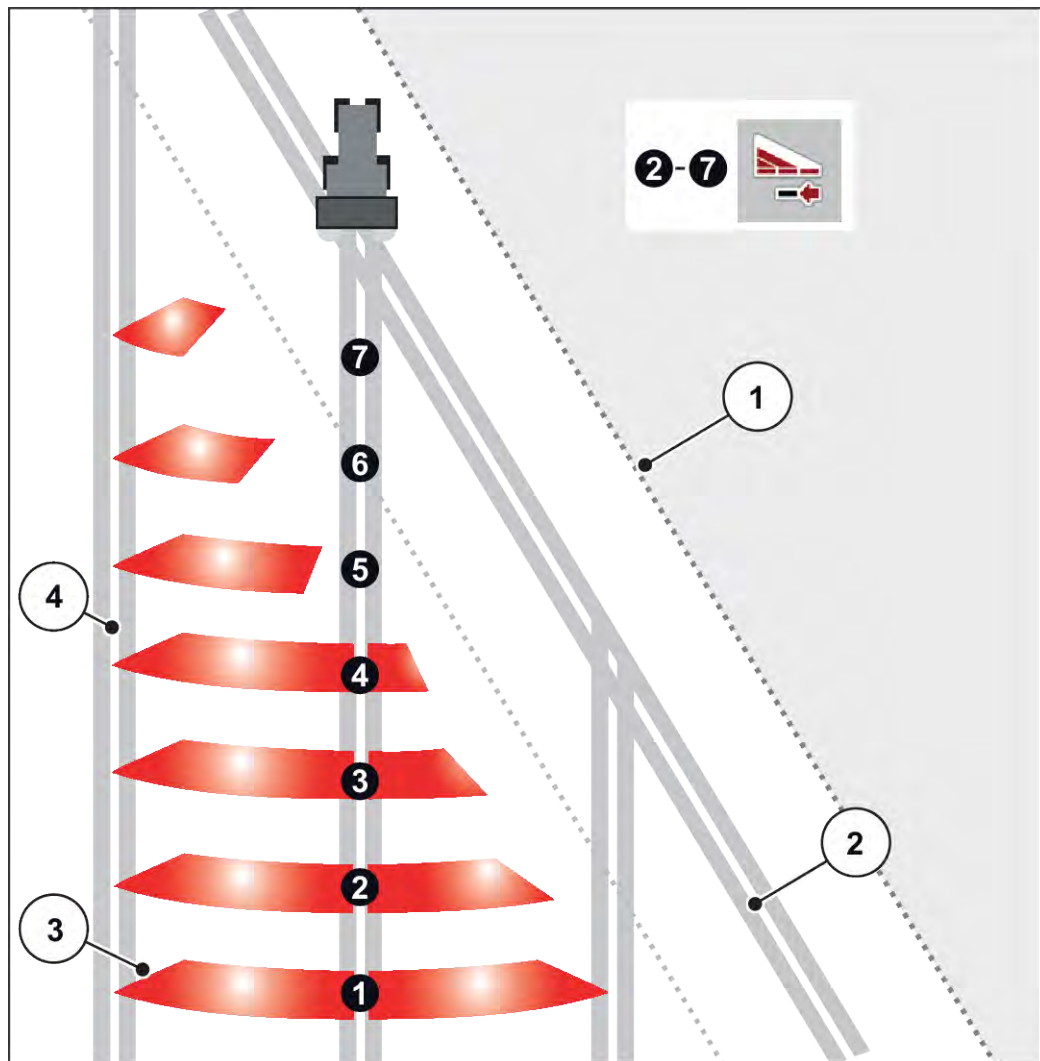

Abb. 45: Automatische Teilbreitenschaltung
- Die Teilbreitenschaltung ist von Außen nach Innen oder von Innen nach Außen möglich. Siehe *Abb. 45 Automatische Teilbreitenschaltung*